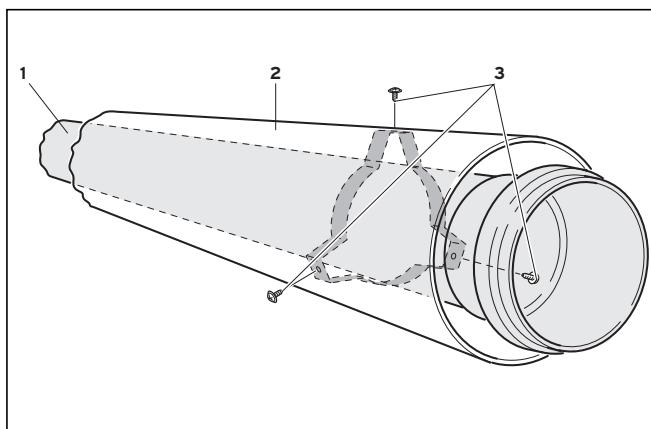

Рис. 5.27 Ослабление трубы газоотвода
Удлинители поставляются в немонтированном состоянии, чтобы избежать демонтажа для отдельного укорачивания труб воздухопровода и газоотвода. После укорачивания закрепите друг с другом трубы воздухопровода и газоотвода (см. рис. 5.27), вставив прилагающиеся болты (3) через просверленные в трубе воздухопровода отверстия (2) в распорку на трубе газоотвода (1).